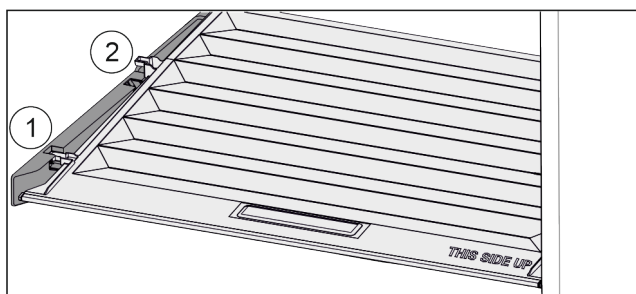

Fig. 97
- ▶ Tirare in avanti il coperchio fino all'apertura nei fermi Fig. 97 (1).
- ▶ Sollevare posteriormente dal basso e togliere verso l'alto Fig. 97 (2).